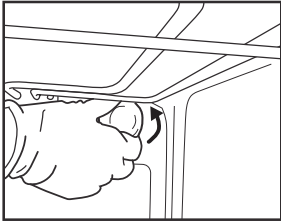
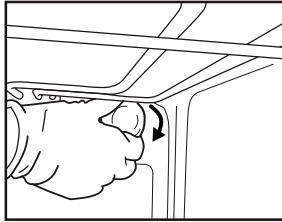

Fig. 6
Fig. 7
2. Skru løs lampedekslet (Fig. 6), skift ut pæren (se anmerkningen for type pære) og skru deretter lampedekslet på igjen. (Fig. 7).